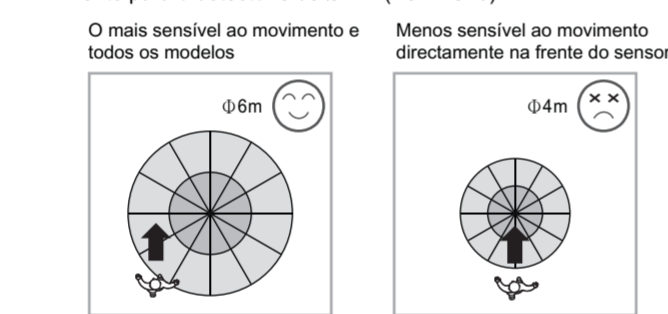

FIG. 3
3.1.2 Preste atenção ao sentido do percurso no procedimento de teste, a zona de detecção de cruzamento para o sensor vai até Ø6 m, e de frente para o detector é de Ø4 m (Ver FIG. 3).